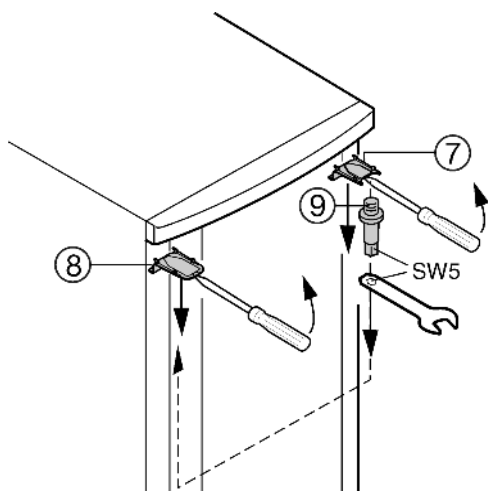

Fig. 5
- Staccare la copertura Fig. 5 (7) e la copertura Fig. 5 (8) in alto con un cacciavite e rimuoverle inclinandole verso il basso.
- Svitare il perno di supporto Fig. 5 (9) e avvitarlo sul lato opposto. Utilizzare a questo scopo l'esagono cavo della chiave fissa in dotazione.
- Montare nuovamente la copertura Fig. 5 (7) sul lato del perno di supporto: inserirla posteriormente, innestarla anteriormente.
- Montare la copertura Fig. 5 (8) sul lato opposto: inserirla posteriormente, innestarla anteriormente.
- Agganciare la porta al perno di supporto Fig. 5 (9) e chiuderla.